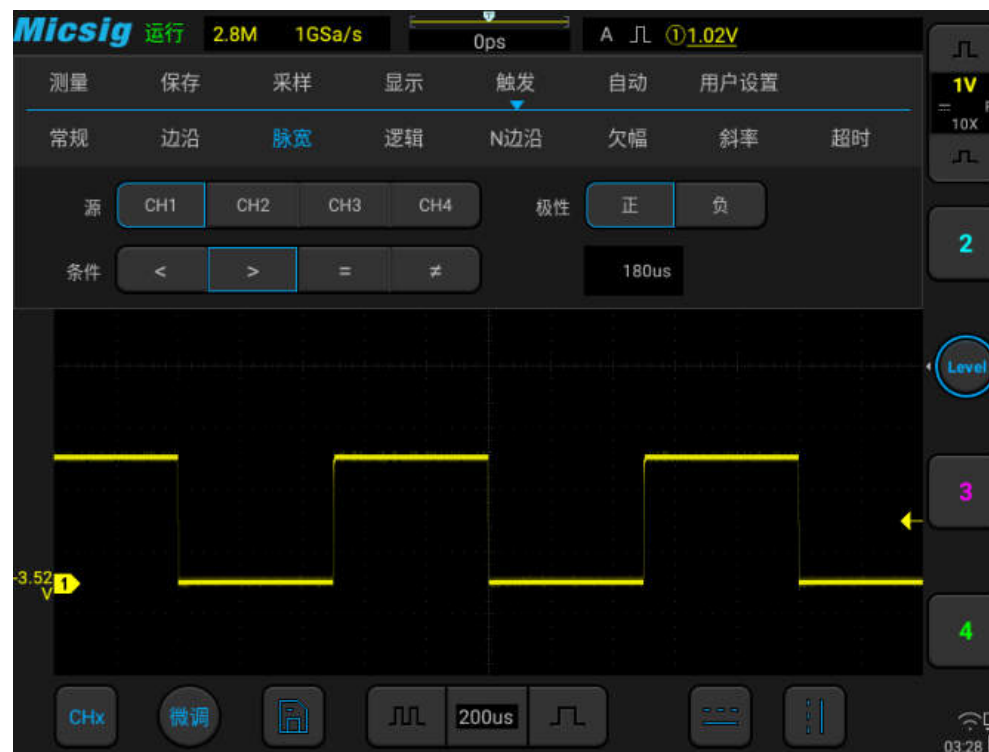

图6-14 脉冲宽度触发设置菜单
- 1) 打开触发菜单，轻点“触发”打开触发菜单，在触发类型中选择脉宽触发，对脉宽触发进行如下设置，见图6-14：
所选脉冲极性图标显示在显示屏的右上角。正脉冲高于当前触发电平（ \sqcup ① 1.00V 通道 1 正极性脉冲指示图标），负脉冲低于当前触发电平（ \sqcap ① 1.00V 通道 1 负极性脉冲指示图标）。当在正极性脉冲上触发时，如果限制条件为真，触发将在脉冲从高到低的翻转上发生；当在负极性脉冲上触发时，如果限制条件为真，触发将在脉冲从低到高的翻转上发生。（图 6-14 负极性脉冲电平翻转）